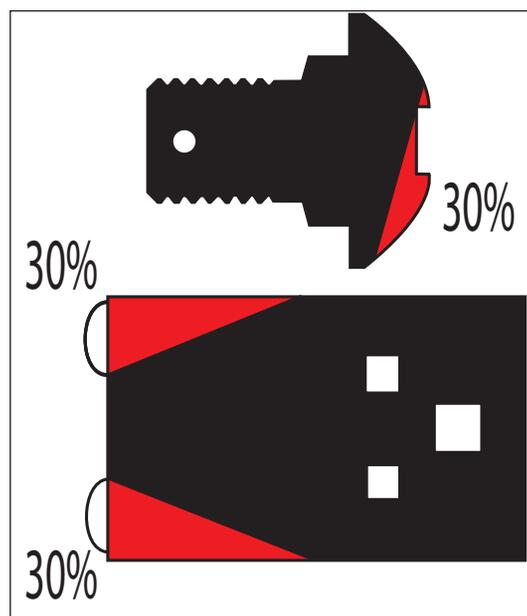

Abb. 31
- Wenn der Messerschraubenkopf beschädigt ist, kann die Messerschraube brechen und das Messer könnte aus dem Gehäuse herausgeschleudert werden und jemanden verletzen. Tauschen Sie das Messer und die Messerschraube aus, wenn sie 30% verschlissen sind (siehe Abb. 31).